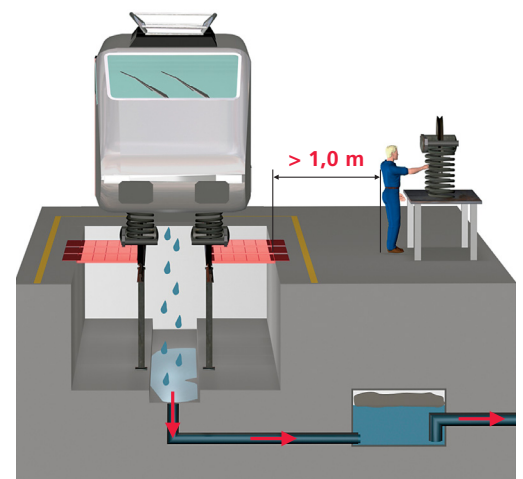

Fig. 6
- 13** Les travaux exécutés hors des fosses sont-ils effectués à une distance suffisante des fosses ouvertes? (Fig. 6)
- 14** Les véhicules sont-ils accessibles en toute sécurité au moyen des échelles et des éléments de couverture des fosses? (Ex.: accès aux entrées et sorties latérales depuis les véhicules ferroviaires ou à l'avant des véhicules routiers.) (Fig. 6)
- 15** Les fosses où sont effectués des travaux humides sont-elles équipées d'un écoulement (chambre collectrice) ou de bacs collecteurs appropriés? (Fig. 6)